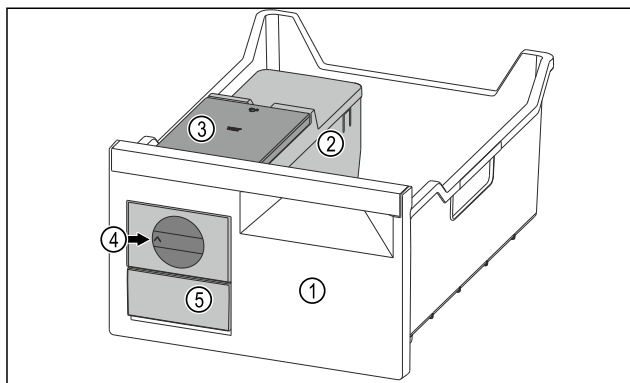

Fig. 108 Ілюстративне зображення
- Поворотну ручку Fig. 108 (4) повернути за годинниковою стрілкою до упору.
- Кубики льоду випадають із ванночки для кубиків льоду у висувний ящик для кубиків льоду Fig. 108 (5).